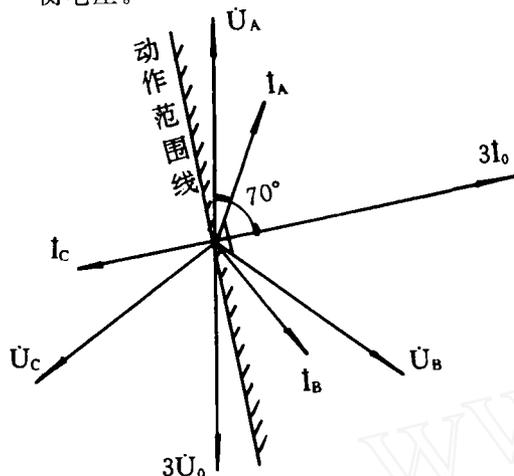

图 2 A 相接地故障时动作情况分析
(2)当 A 相接地故障时,如图 2 所示,  $\dot{U}_A = 0$ ,  $3\dot{U}_0 = \dot{U}_B + \dot{U}_C$ , 画出  $3\dot{U}_0$ 。
(3)由图 2 所示,可知  $3\dot{I}_0$  的位置,画出  $3\dot{I}_0$ 。
(6)由此可看出,哪一相电流落在动作区中,继电器应动作,落在动作区外者,不应动作。如图 2 所示,  $\dot{I}_A$ 、 $\dot{I}_B$  应动作,  $\dot{I}_C$  不应动作。